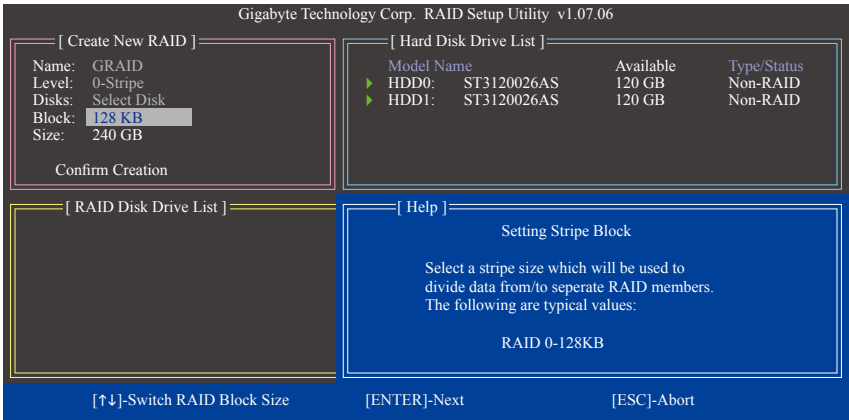

图6
4. 设置磁盘窗口大小(Block): 若选择制作RAID 0, 需指定磁盘窗口大小。以<h>或键选择需要的磁盘窗口大小(图6), 可调整大小从4 KB至128 KB。完成后请按<Enter>键。